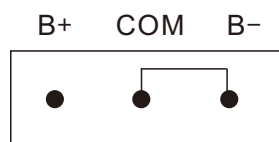

图1
4.1.1 COM与B-相接(如图1所示)，同时R1、R2继电器线圈为负极控制。